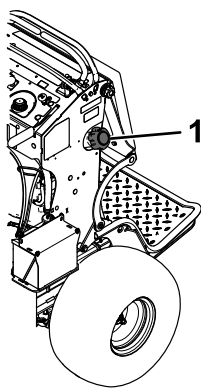

図 47
3. 燃料タンクにごみが入るのを防止するために、キャップ(図 47)の周囲をきれいに拭く。